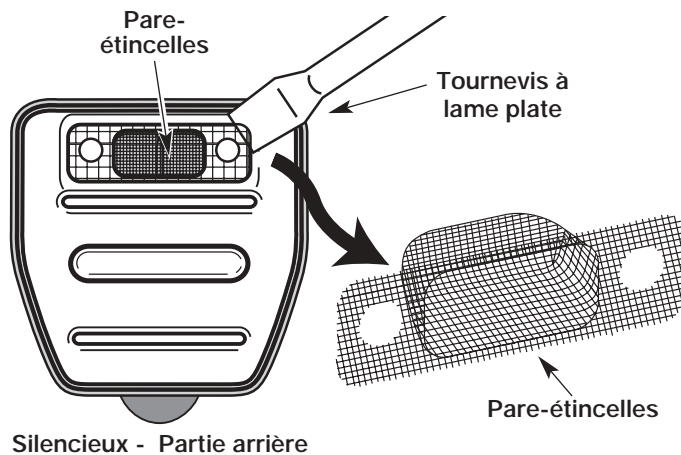

Fig. 23
4. Soulevez soigneusement le pare-étincelles de son trou à l'aide d'un petit tournevis à lame plate (Fig. 23). Retirez le pare-étincelles du silencieux.
5. Nettoyez le pare-étincelles à l'aide d'une brosse métallique. Remplacez-le s'il est endommagé ou si vous n'arrivez pas à le nettoyer complètement (Fig. 23).